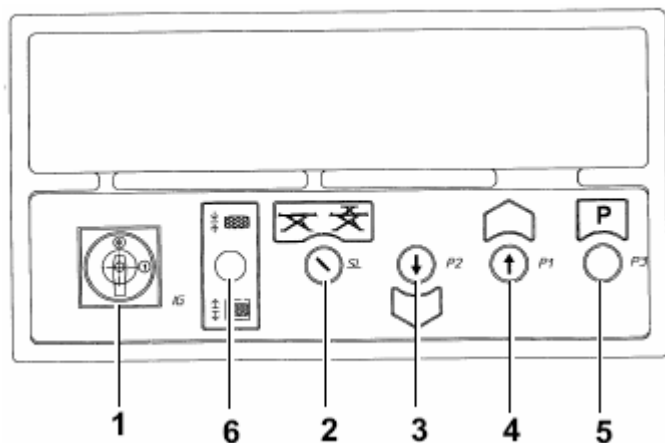

Рис. 40
- Осуществите процедуру, нажав кнопку опускания (3 Рис. 40), убедитесь, что поршни, отпускающие зубцы стопоров, сработали правильно и что стопорные зубцы, таким образом, будут готовы подняться при нажатии кнопки опускания.
#### Встроенный подъемник (Рис. 40)